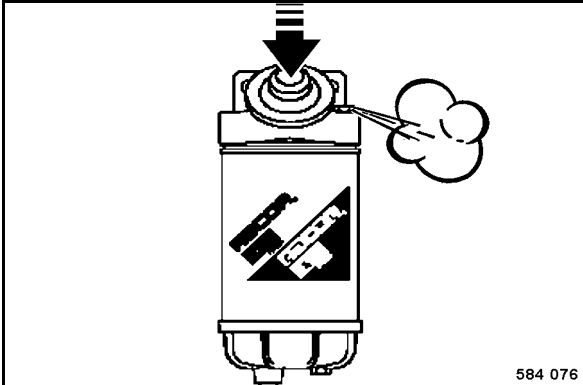

fig. 160
- Desserrer la vis de purge (fig. 160) de 2 à 3 tours.